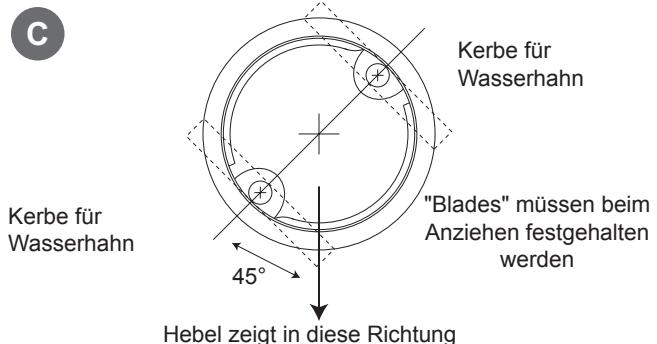

Abbildung 5
- C. Schauen Sie dabei durch den Fuß hindurch. Drehen Sie den Fuß in die richtige Richtung, bevor Sie die Schrauben anziehen. Die endgültige Position des Hebeln ist um 45° von den Schraubenköpfen versetzt. Benutzen Sie die Abbildung 5, um die beste Position für Ihren Einbau zu finden. Halten Sie den Dübel durch das Loch im Fuß fest, während Sie die Schraube anziehen. Die Dübelflügel liegen fest an der Unterseite der Arbeitsplatte an. Ziehen Sie die Schrauben nicht ganz an. Wiederholen Sie den Vorgang für den zweiten Federklappdübel. Prüfen Sie die endgültige Position des Fußes und der Federklappdübel. Ziehen Sie die beiden Schrauben gleichmäßig an. ZIEHEN SIE SIE NICHT ZU FEST AN. Ziehen Sie sie nur so weit an, dass sich der Fuß nicht drehen kann, wenn der Wasserhahn durch Drehen montiert wird.